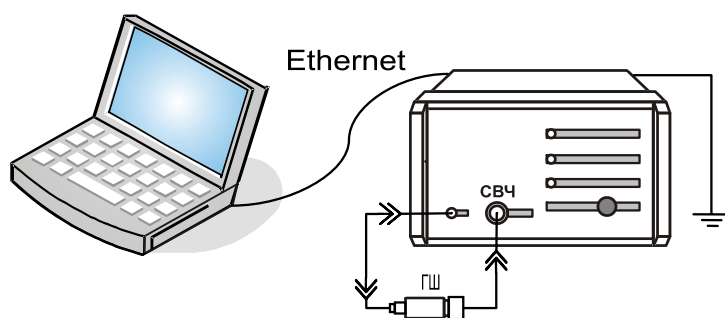

Рисунок 10 – Схема калибровки в режиме «Модуляционный метод»
**Шаг 3.** Подключить ГШ к измерителю (см. рисунок 10):